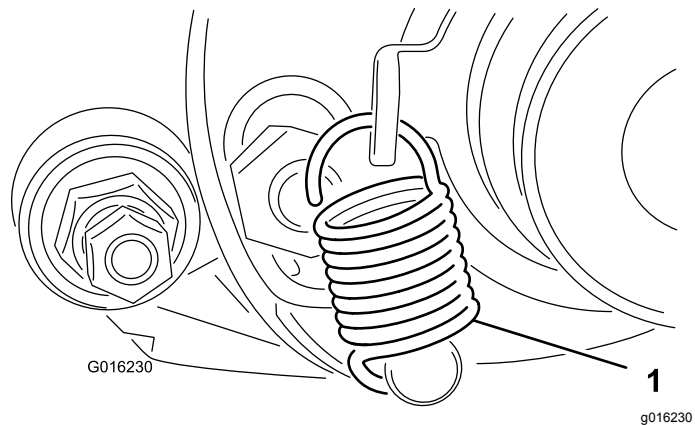

Figura 16
- Rode a polia intermédia até que a mola da alavanca de mudanças seja encaixada no furo do suporte da polia e no pino, como se mostra na **Figura 16**.